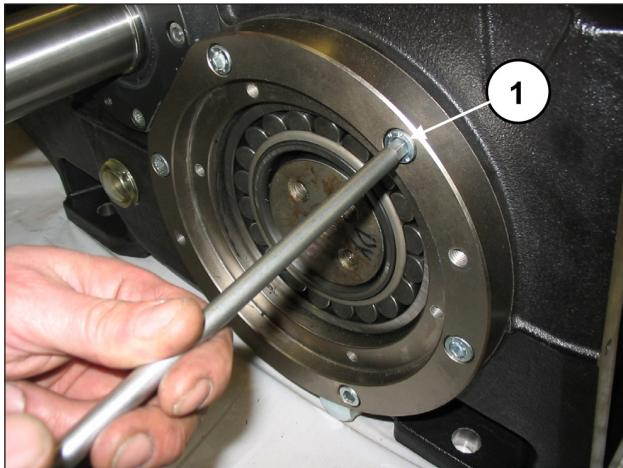

Рис. 22
Открутите винты с обеих крышек-держателей подшипников (поз. ①, Рис. 22).